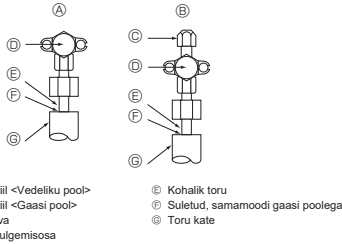

Fig. 4-4
4.4. Külmaaine toru õhutiheduse testimismeetod (Fig. 4-4)